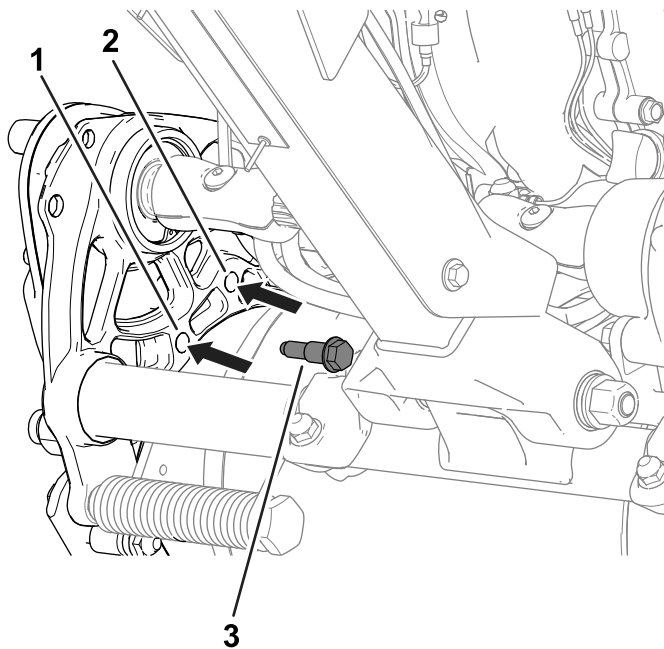

Рисунок 19
2. Выверните болты с буртиками (Рисунок 19) с каждой стороны машины, которые крепят корпус привода барабана к ходовой части.
4. Используйте ранее снятые болты с буртиками, чтобы прикрепить корпус привода к ходовой части (**Рисунок 19**).